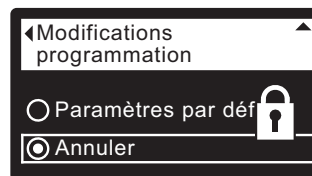

FIG. 32
8. Appuyez sur le bouton de DROITE (►) : un cadenas clignotant apparaît (cf. Figure 32).
- 1-7. Allez à l'écran **Modifications programmation** (Figure 32) à l'aide des étapes 1-7 à gauche.